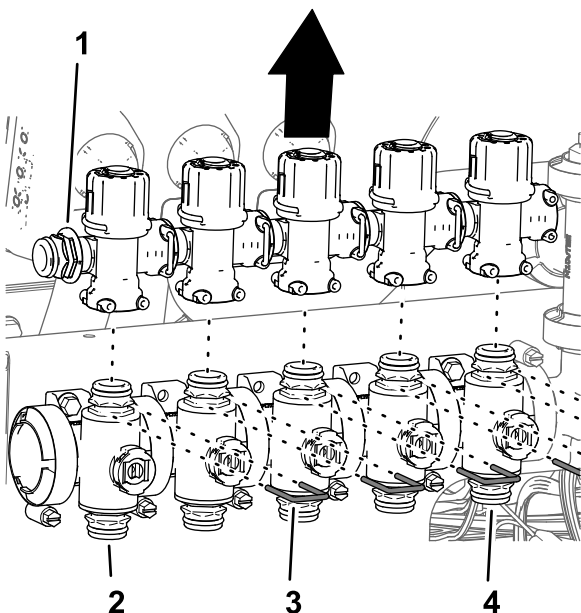

图 100
4. 取出将旁通阀固定到喷嘴阀 1 至 7 的卡环图 100。
5. 从喷嘴阀 1 至 5 上提起旁通阀图 100。